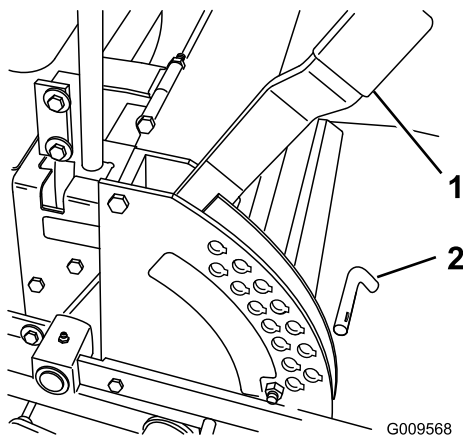

Figure 21
- Relevez le levier de sélection de hauteur de coupe en position de transport (qui correspond aussi à la hauteur de coupe de 127 mm [5"]) (Figure 21).
2. Pour changer la hauteur de coupe, retirez l'axe du support de hauteur de coupe (Figure 21).
3. Placez la goupille dans le trou du support correspondant à la hauteur de coupe voulue (Figure 21).